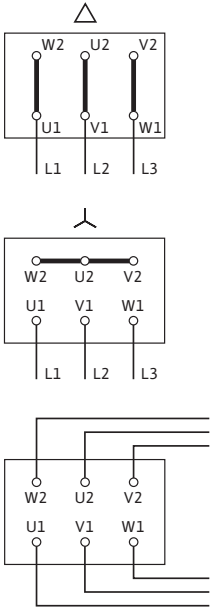

Fig. 8: Elektrik şebekesi bağlantısı
- Klemens kutusuna olan elektrik şebekesi bağlantısı, P₂ motor gücüne, şebeke gerilimine ve açma türüne bağlıdır. Klemens kutusunda bağlantı köprülerinin gerekli ayarı, aşağıdaki tablodaki ve Fig. 8'deki gibi olmalıdır.